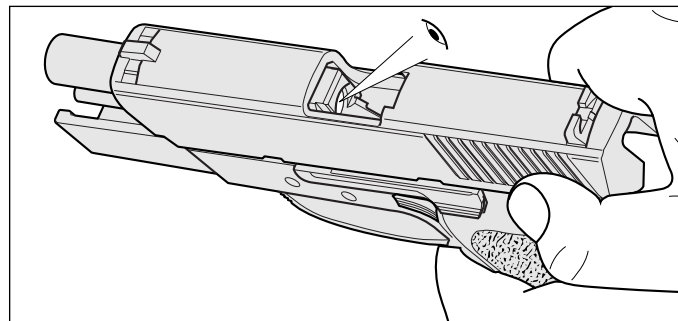

Fig. 3
5. Vérifier (visuellement et manuellement avec un moyen auxiliaire) si la cartouche a bien été éjectée et si une autre ne se trouve pas dans la chambre à cartouches (Fig. 3).
3. Vérifier (visuellement et manuellement avec un moyen auxiliaire) si une cartouche ne se trouve pas dans la chambre à cartouches (Fig. 3).
3. Vérifier qu'aucune cartouche ne se trouve dans la chambre à cartouches (voir Fig. 3, page 10).